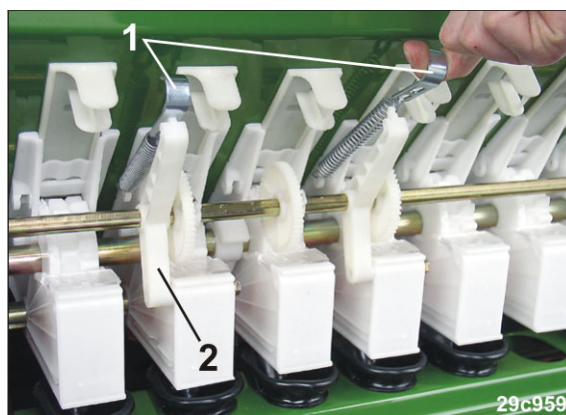

Fig. 239
2. Fjern trekkfjærene (Fig. 239/1) fra kraftoverføringsaksellagrene (Fig. 239/2).